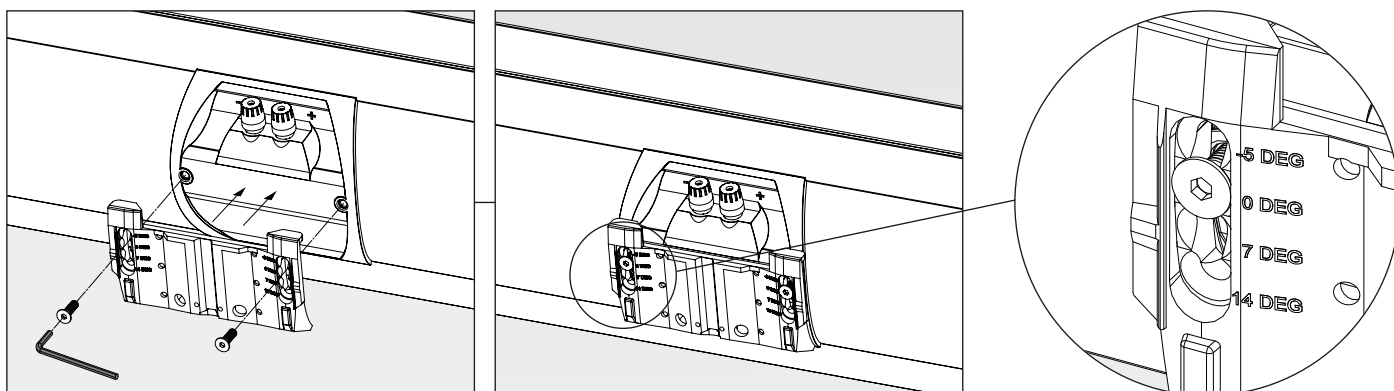

Fig. 8e
- Incliner légèrement les enceintes de gauche et de droite vers l'intérieur pour obtenir une meilleure image (Fig. 8e, médaillon);
- Incliner l'enceinte du centre vers le haut ou le bas pour optimiser davantage la clarté et l'intelligibilité (Fig. 8e, médaillon).